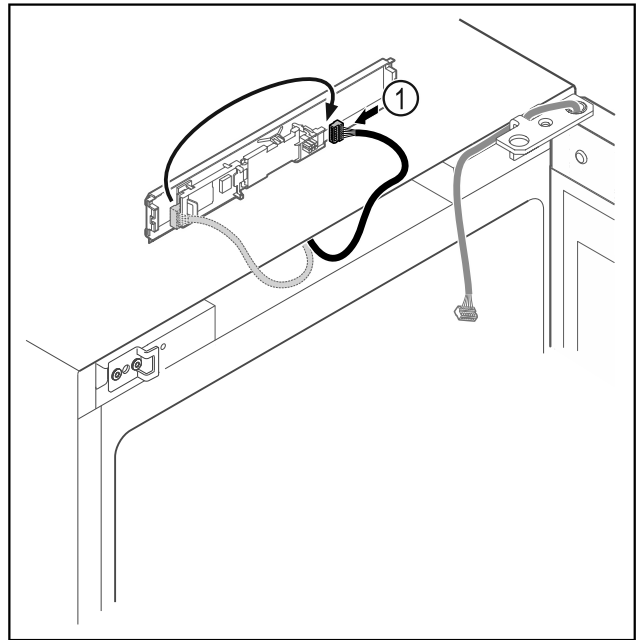

Fig. 13
- Stekker Fig. 13 (1) op printplaat verwisselen.